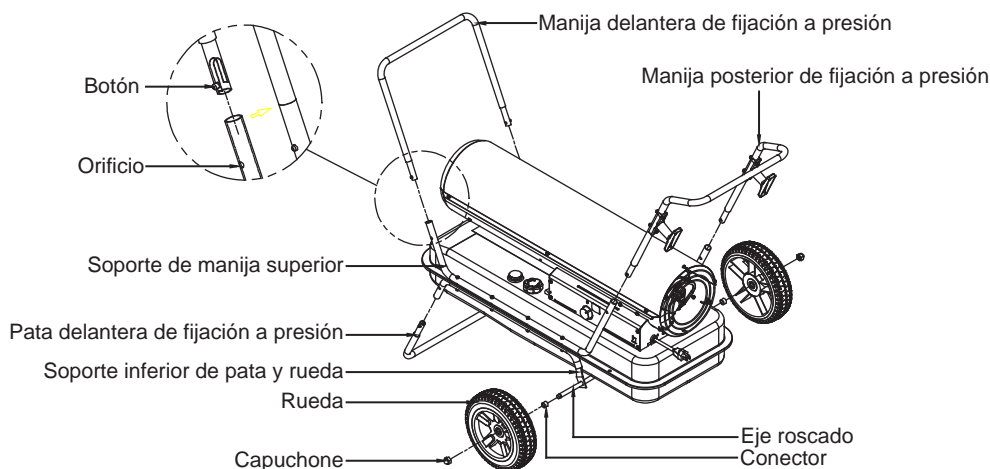

Figura 7. Ensamblaje de la manija, rueda
- 1) Alinee y coloque la pata frontal de fijación a presión en la sección frontal del soporte inferior de pata y rueda. Necesitará presionar los botones metálicos al momento de instalar. Consulte la figura 7 a continuación.
Necesitará presionar los botones metálicos en cada manija al momento de instalar. Consulte la figura 7 a continuación.